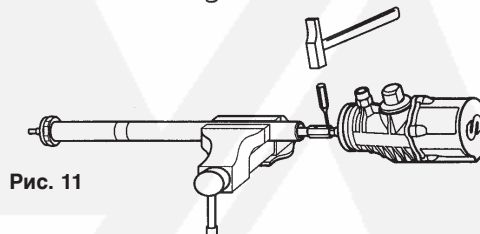

Рис. 11
5. Извлечь штифт (25) из верхней части соединительной гайки (рис. 11) и отсоединить корпус пневматического двигателя от всасывающего патрубка.